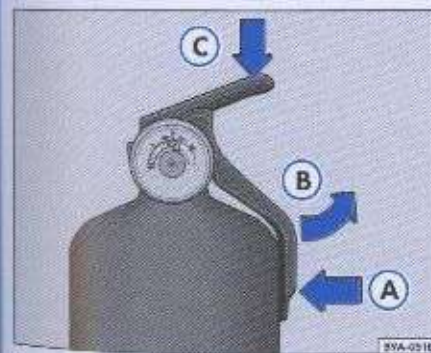

Fig. 31 Secuencia de uso del extintor de incendio
- Rompa el lacre de inviolabilidad ⇒ fig. 31 (A).
- Levante la palanca ⇒ fig. 31 (B) y apriete simultáneamente el gatillo ⇒ fig. 31 (C).